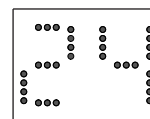

Abb. 1
- Anzeige in Grad Celsius wie Abb. 1.